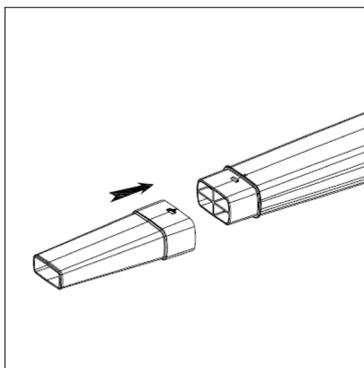

Abbildung 11
- Sie können eine grössere Blasgeschwindigkeit erreichen, indem Sie das kleine Blasrohr auf das grosse Blasrohr montieren (Abb. 11).